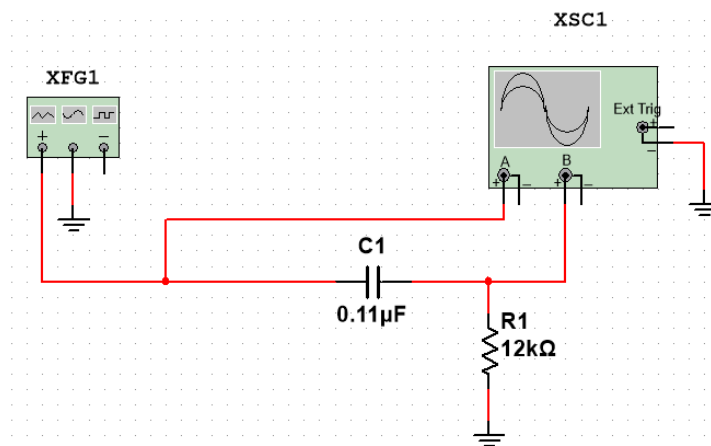

Рисунок 5.2
2.1 Зібрати схему дослідження (рис. 5.2) з параметрами як у п. 1.1 досліді 1.